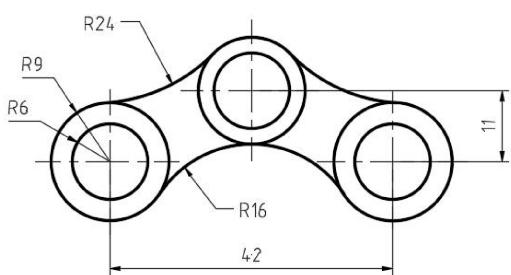

图 2-103 对称结构
- 对称结构：对称结构的图形，我们会用到草绘环境中的镜像工具 镜像，先绘制对称中心线一侧的图形，再镜像出另一侧的图形，如图 2-103 所示。